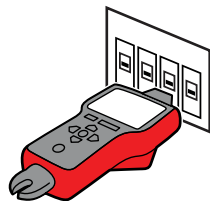

Figura 3.5b
- a) A unidade irá começar automaticamente no modo 1 <logo> **PROCURAR**, tal como ilustrado na Figura 3.5b.